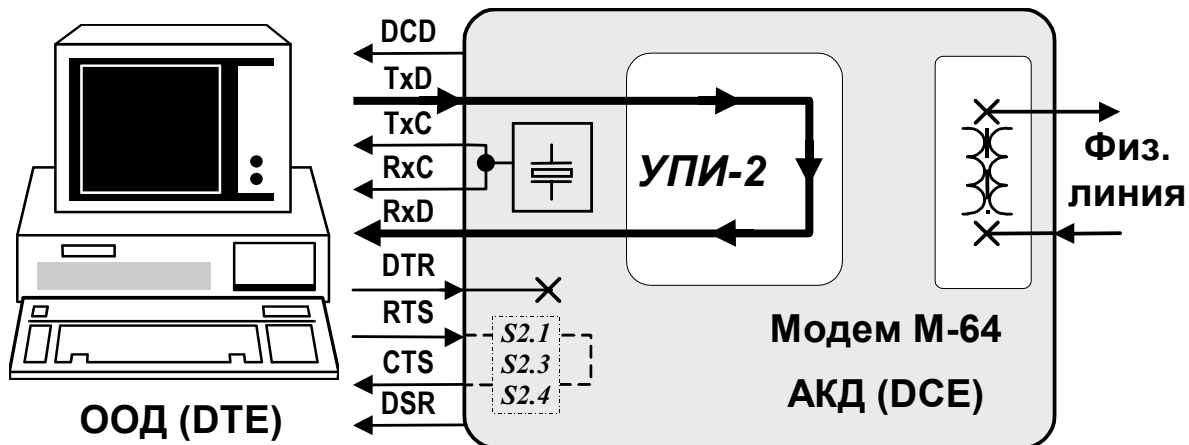

Рис. 7 Местный шлейф (LL)
Суть проверки *Местный шлейф (LL)* показана на Рис. 7. Данные, поступающие в модем из ООД (DTE), проходят через интерфейс УПИ-2 модема и возвращаются в ООД (DTE). Данные от физической линии связи игнорируются. Проверка **LL** возможна как при включенном, так и при выключенном асинхронном преобразователе модема.